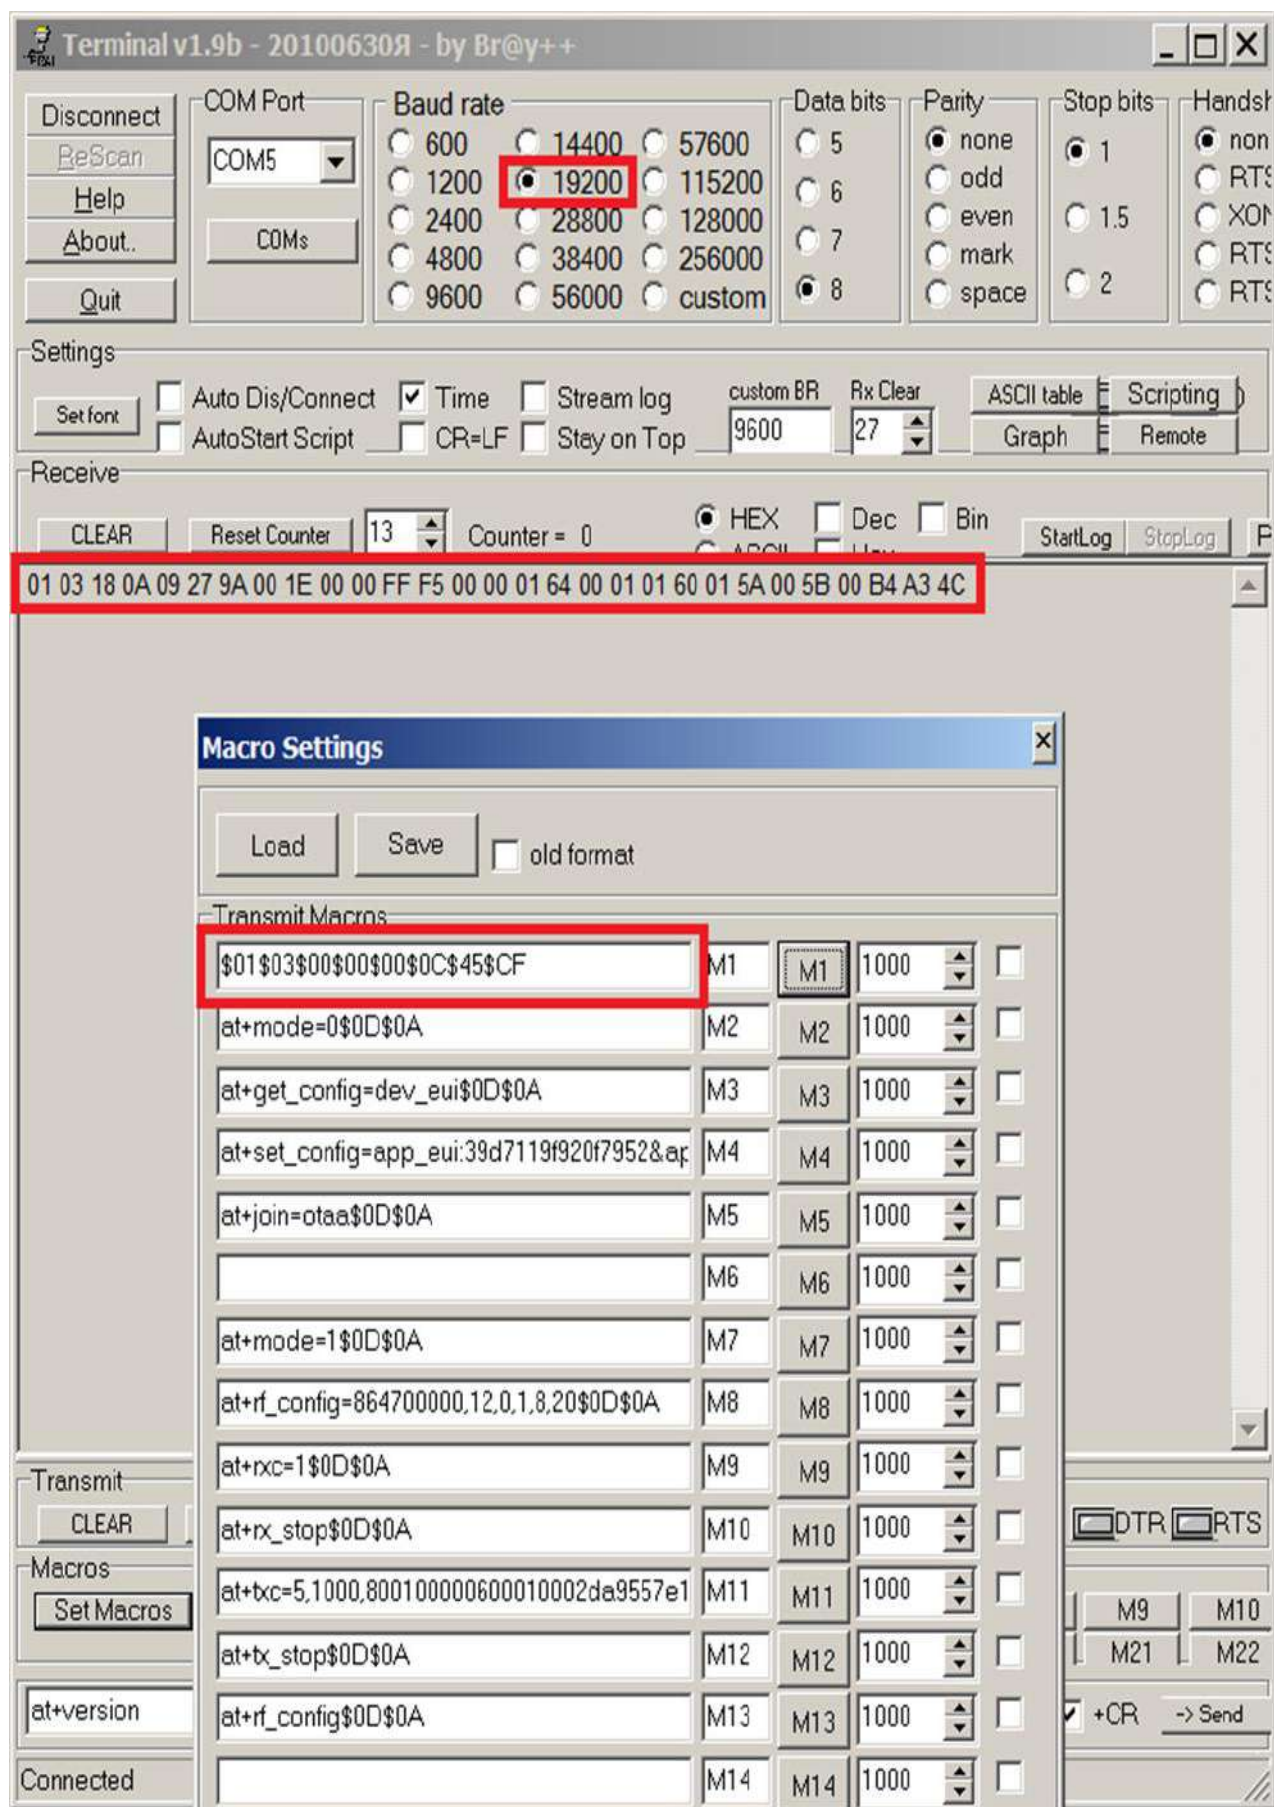

Рисунок 22 – Терминальная программа Terminal v.1.9b
2) С помощью терминальной программы (рис. 22)